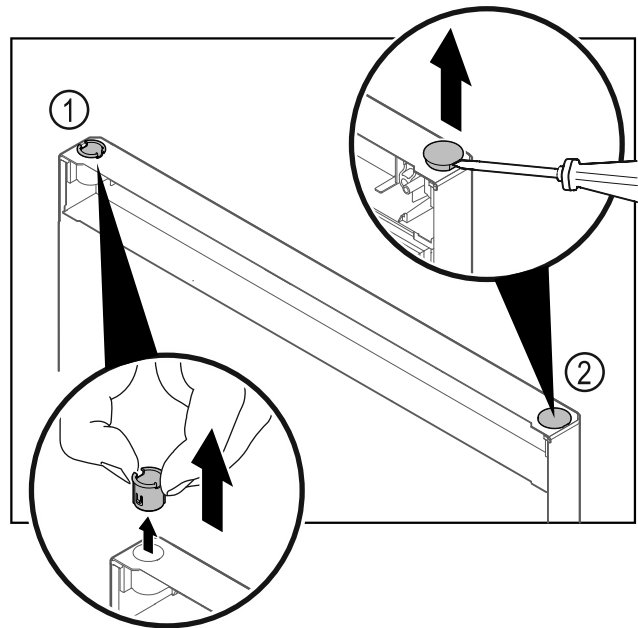

Fig. 14
- Pouzdro závěsu Fig. 14 (1) vytáhněte prsty.
- Krycí zátku Fig. 14 (2) opatrně nadzvedněte plochým šroubovákem a vytáhněte.